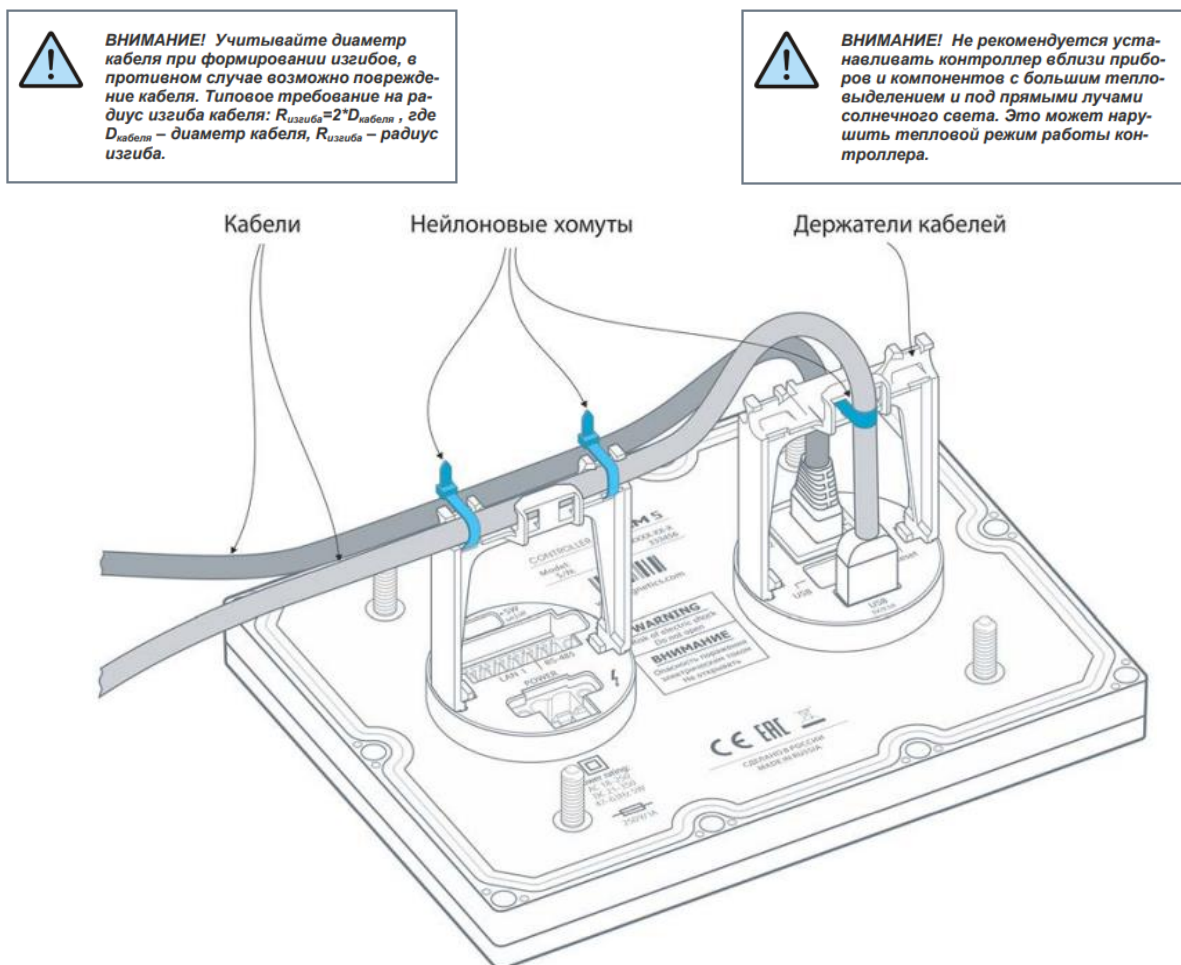

Рисунок 22
- Уложить провода и кабели в пазы держателей кабелей из комплекта поставки контроллера, таким образом, чтобы была небольшая петля между местом укладки кабеля и подключением кабеля к клеммам или разъёмам (рисунок 22).